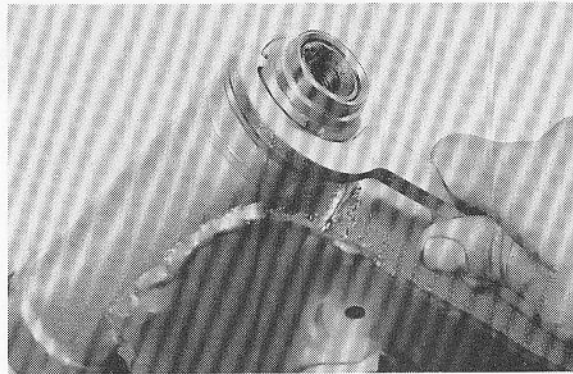

Fig. 5-7-5
5. Remove steering nut with steering nut wrench (90890-01051). (Fig. 5-7-5)
5. Démontez l'écrou de bague de direction avec une clé à écrou de direction (90890-01051). (Fig. 5-7-5)